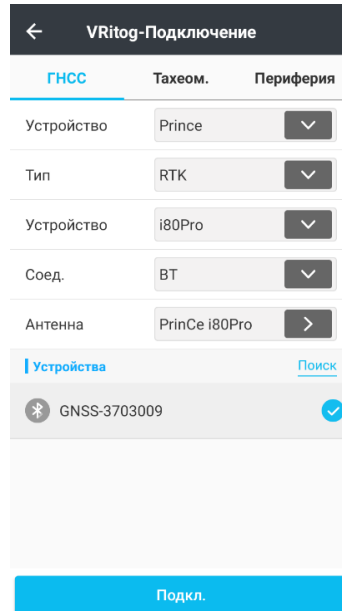

Рисунок 5.1.4
3. После обнаружения приемника выберите устройство из списка и нажмите кнопку **Подключить** (Рисунок 5.1.4).